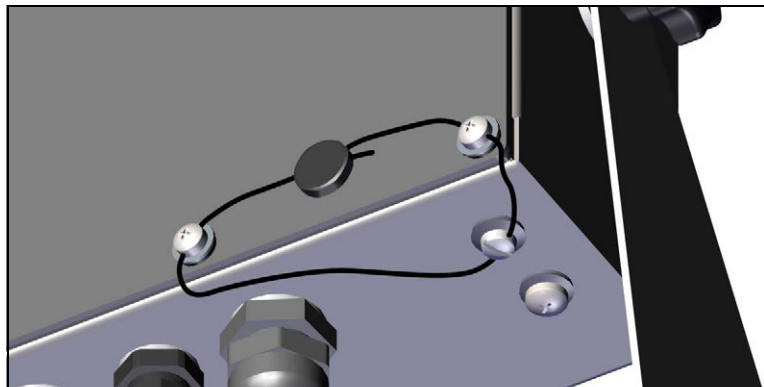

Figura 2-12. Precintado del visor - Sin acceso
3. Pase el precinto por los tornillos de cabeza cilíndrica de la placa posterior y de la parte inferior de la carcasa, como se muestra en la Figura 2-12.